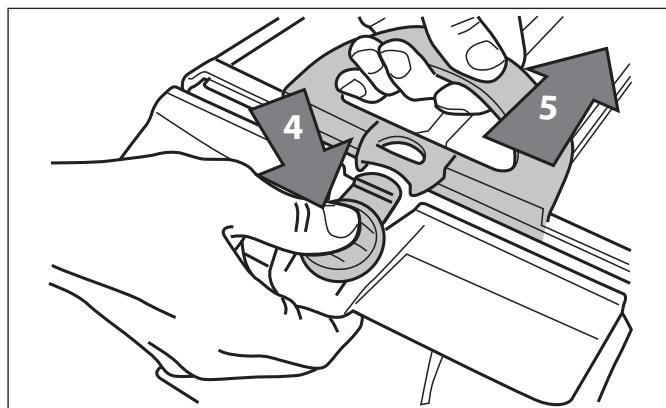

Figura 23. Abra la caja del depósito del filtro
5. Empuje el botón de desbloqueo en el depósito (4) y tire para abrir (Figura 23).